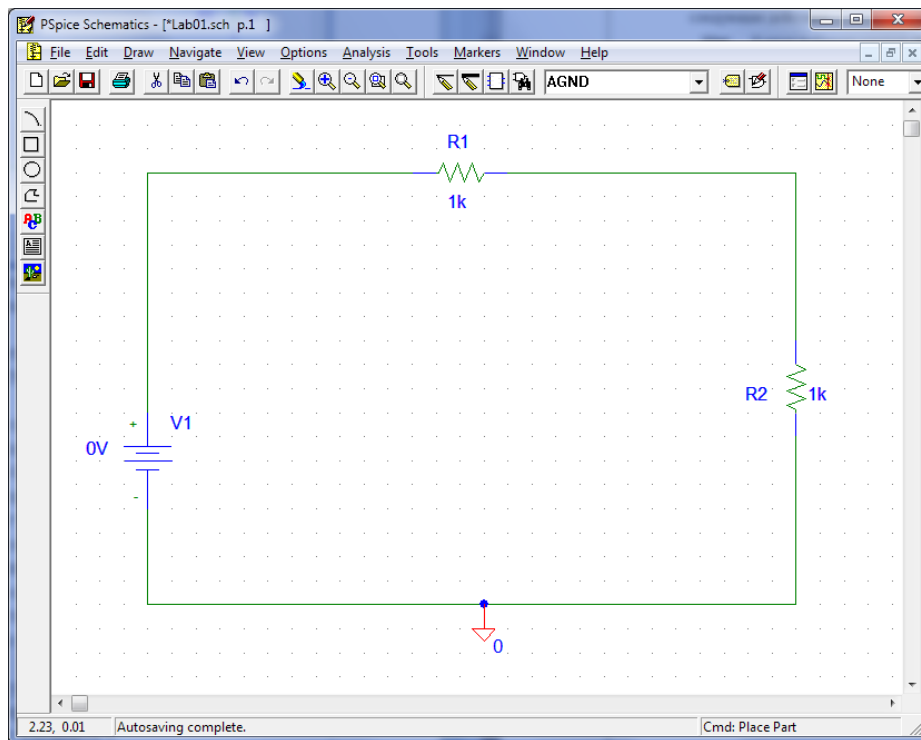

Рис. 12.12. Остаточний вид схеми послідовного кола з двома резисторами
21) Встановіть схемне позначення "землі" і тим самим надайте своєму кресленню схеми послідовного кола, що містить два резистори, закінчений вид (рис. 12.12).
22) Спробуйте завантажити у такий спосіб декілька конструктивних елементів з відомими вам назвами (R, BC548B та ін.). Після закінчення приведіть робочий екран в колишній стан (як на рис. 12.12).